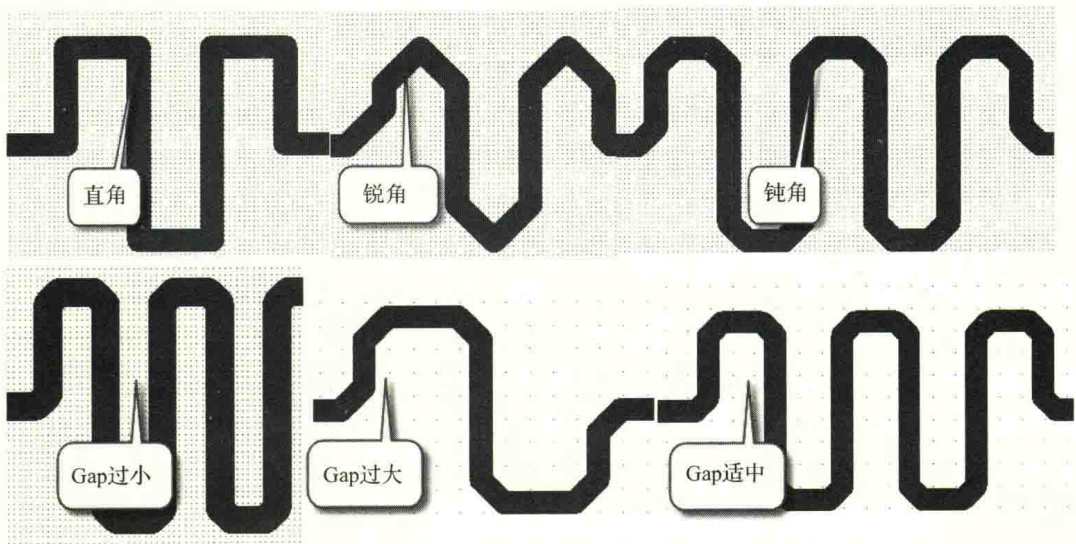

图 9-108 等长的直角、锐角、钝角及等长的 Gap 调整
(4) 如果在蛇形走线的时候出现如图 9-108 所示的直角或者尖角，Gap 间距过大或过小，那么按字母键盘上方的数字键“1”可减小拐角幅度，按数字键“2”可增大拐角幅度，按数字键“3”可减小 Gap 间距，按数字键“4”可增大 Gap 间距。